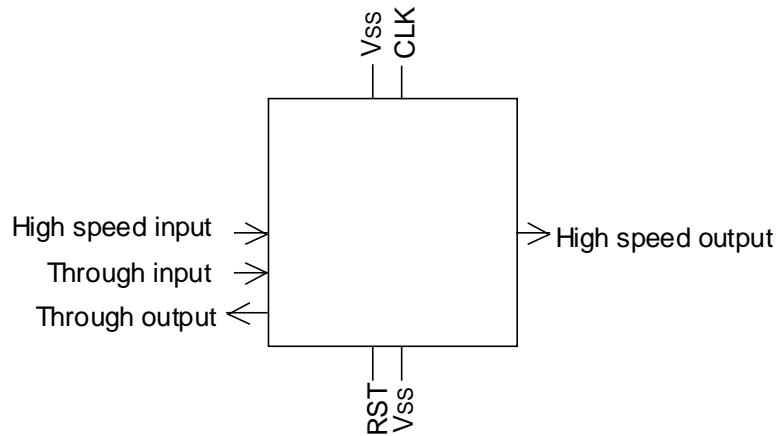

図 8-3 クリティカル信号配置例 1
- a) クロック系、リセット系などのノイズの影響を小さくする必要のあるピンは、出力ピンから離し電源ピンの近くに配置して下さい。(図 8-3)
- c) 高速で動作する入力、出力ピンはチップ (パッケージ) 辺中央付近に配置して下さい。(図 8-3)
- d) 特定の入力ピンから出力ピンまでの遅延値がお客様の仕様に対し余裕がない場合には、これらの入出力ピンを近傍に配置して下さい。(図 8-3)